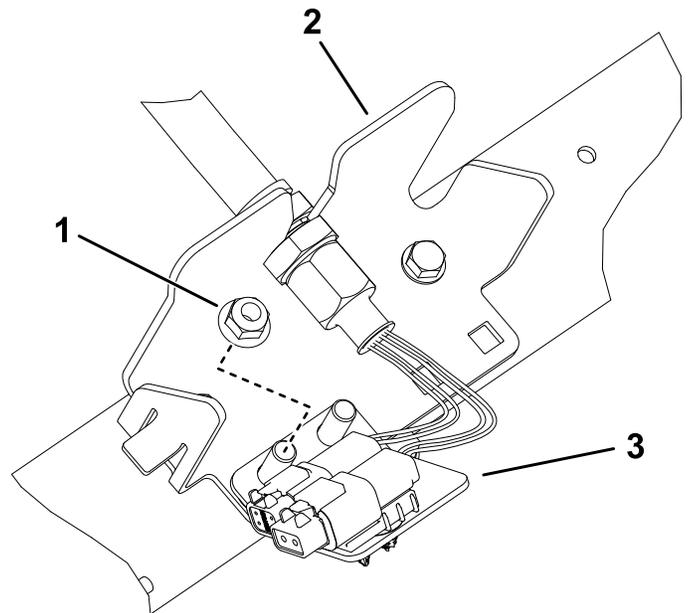

Bild 28
- Wiederholen Sie die Schritte an den restlichen vier Schottstellen, wie in Bild 25 bis Bild 28 abgebildet.